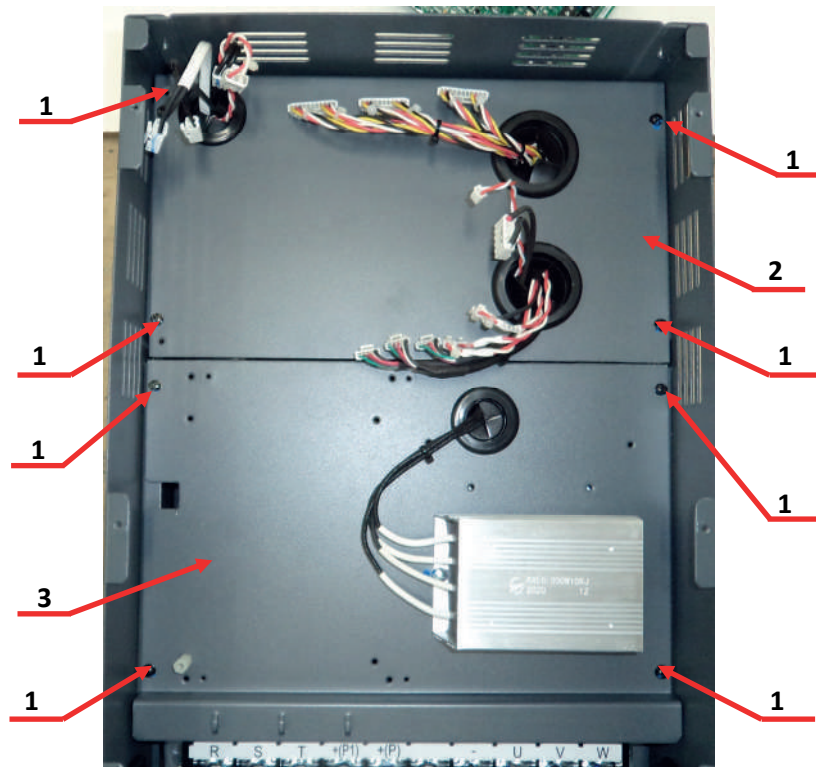

Рис.6.8
6.5.2. Открутить 8 винтов поз.1 крепления **монтажной панели 2** поз.2 и **монтажной панели 1** поз.3 (рис.6.8). Винты положить в тару 3.1.17.